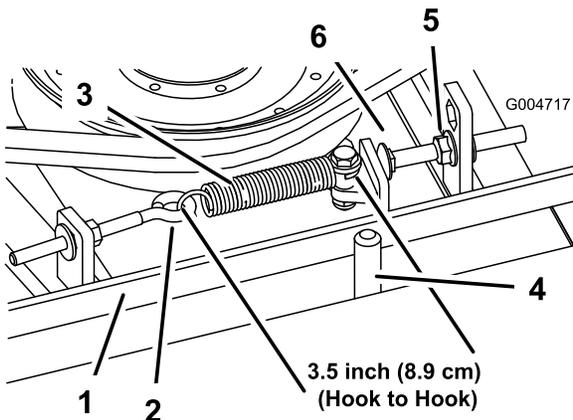

Figura 70
Quando la tensione è corretta, la molla di prolunga (da gancio a gancio) deve essere lunga circa 89 mm \pm 6 mm (misura interna). Quando la tensione della molla è giusta, regolate il bullone di arresto (bullone a testa tonda) fino ad ottenere un gioco di 3 mm + 1,5/-0 mm tra la testa del bullone ed il braccio di rinvio (Figura 70).
Nota: Verificate che la cinghia si trovi dal lato molla del guidacinghia (Figura 70).
2. Allentate il bullone ad occhio per consentire la rimozione della molla di prolunga (Figura 70).
3. Allentate il dado flangiato che fissa il bullone di arresto alla linguetta di montaggio. Allentate il dado quanto basta per consentire al braccio di rinvio di oltrepassare il bullone di arresto (Figura 70). Allontanate la puleggia tendicinghia dalla cinghia in modo da allentare la tensione della cinghia.
8. Ricollegate la molla di prolunga (Figura 70) al bullone ad occhio e tendete la cinghia come segue: